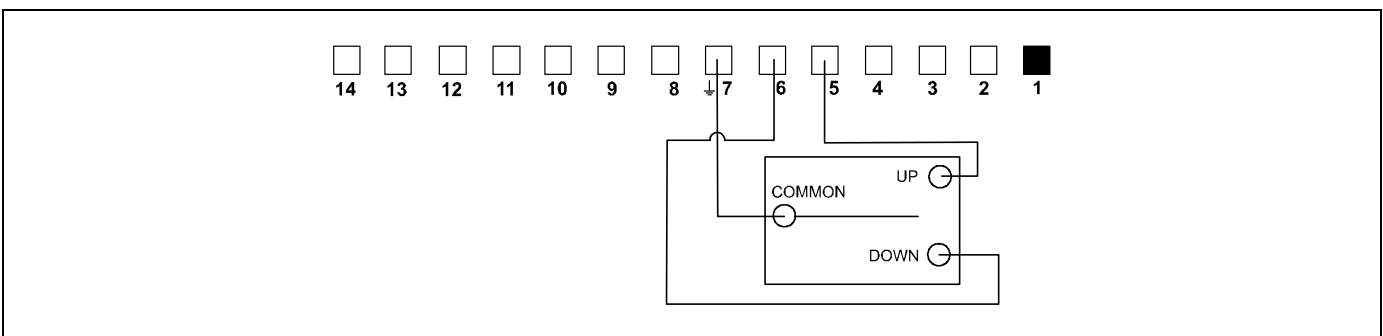

Figura 31
1. Conecte el cable COMMON de su interruptor al terminal 7. (Consulte la Figura 31).